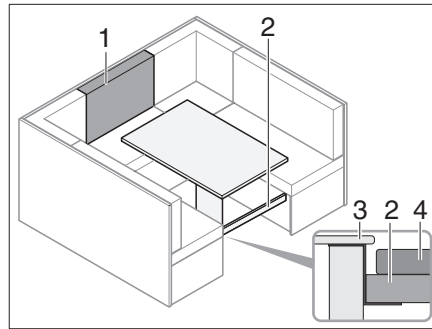

Fig. 196 Antes de la transformación
- Colocar la cruceta (Fig. 196,2) debajo de la tapa del compartimento (Fig. 196,3).
- Insertar cruceta (Fig. 196,2) debajo de la mesa (Fig. 196,4) para que quede apoyada.
- Poner el cojín del respaldo (Fig. 196,1) delante del cojín adicional en la mesa.